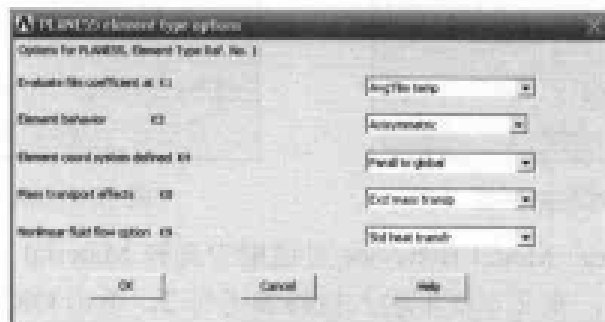

图 10-3 PLANE55 单元属性设置对话框
(3) 单击 Element Type 对话框中的 Options 按钮, 出现 PLANE55 element type options 对话框, 在 Element behavior K3 下拉列表框中选择 Axisymmetric 选项, 其余选项均采用默认设置, 如图 10-3 所示, 单击 OK 按钮关闭该对话框。